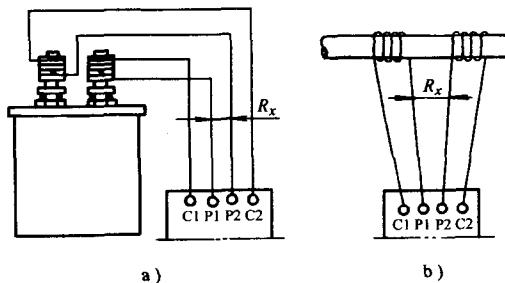

图 1-11
1) 电桥与被测电阻的连接有四根引线，接线时要使电位接头靠近被测电阻，电流接头和电位接头应正确连接，如图 1-11 所示。